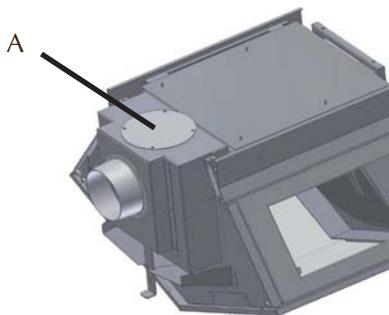

Figure 6 Couvercle de la prise d'air extérieur (A)
2. Enlevez le couvercle de la prise d'air extérieur à l'arrière du poêle et changez celui-ci avec le buselot. (voir la figure 6)